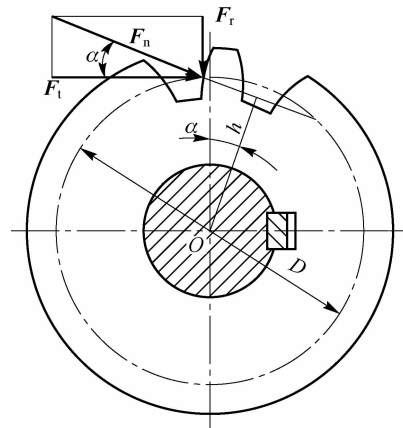

图 1-11
10. 如图 1-11 所示圆柱齿轮传动,轮齿啮合面间的作用力为 F_n 。已知 $F_n=500\text{ N}$,压力角 $\alpha=20^\circ$,分度圆半径 $r=150\text{ mm}$ 。求传动力矩。